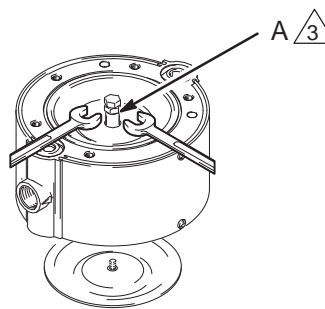

Fig. 5
2. Desenrosque a mano una diafragma (6) del eje (5). Consulte la FIG. 5.
3. Enrosque una tuerca hexagonal M8 (A) en un perno M8 Enrosque el perno en el eje (5) hasta el fondo Enrosque la tuerca en el eje para bloquearlo
4. Sujete la tuerca con una llave para impedir el giro del eje. Desenrosque a mano la otra diafragma (6).